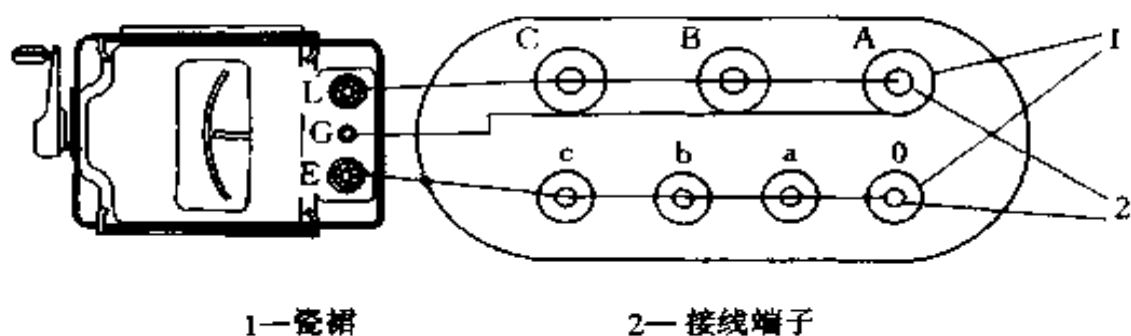

图 2-39 摇测高压绕组对低压绕组及外壳的接线
① 将被测变压器退出运行；并执行停电、验电、放电、装设临时接地线等安全技术措施；摇测工作须由两人进行，应戴绝缘手套；
② 拆除变压器高、低压两侧的母线或导线；
③ 将变压器高、低压瓷套管擦拭干净，然后用裸铜线在每个瓷套管的瓷裙上绕 2 ~ 3 圈，将高、低压瓷套管分别连接起来；
④ 将变压器高压 A、B、C(U、V、W)和低压 o、a、b、c(n、u、v、w)接线端用裸铜线分别短接；
⑤ 摇测高压绕组对低压绕组及外壳，其接线如图 2-39 所示。兆欧表的 E 接低压绕组及外壳，G 接高压瓷套管的瓷裙上，L 接高压绕组；